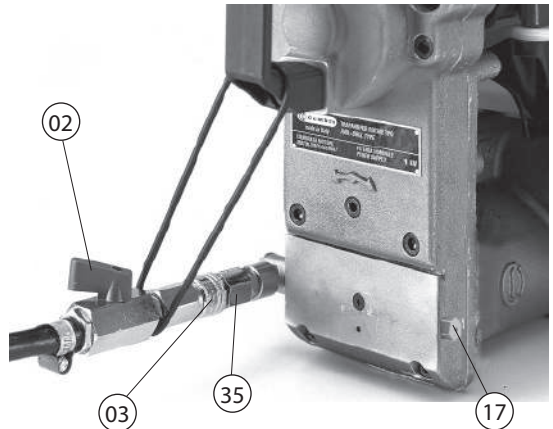

FIG. 3
- **El taladro es suministrado con acoplamiento rápido (35) del sistema de refrigeración y de la válvula de desahogo (17) (Ver Fig. 3). Para exigencias especiales de la utilización del taladro, es posible intercambiar la posición de las válvulas arriba citadas y el acoplamiento rápido operando de la manera siguiente:**